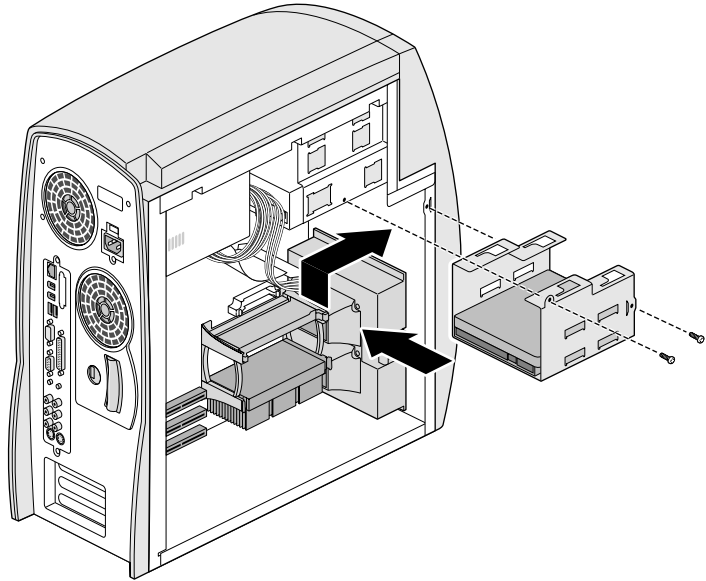

图 4-18 安装内部硬盘驱动器托架
8. 将托架安装到驱动器插槽中。具体操作如图 4-18 所示。